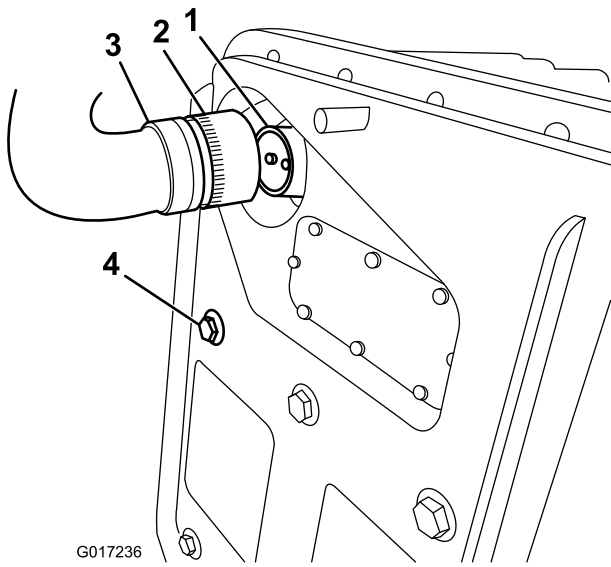
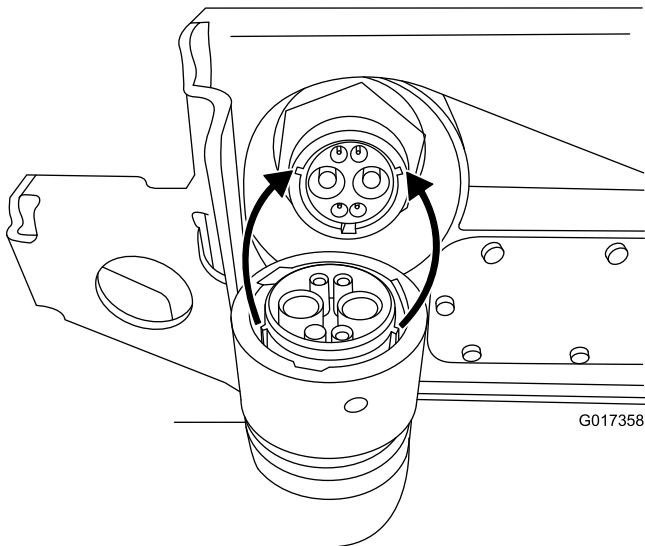

Figura 10
Figura 11
9. Alinee las pestañas del interior de la clavija de corriente del arnés con las ranuras del enchufe de la batería. Inserte el conector del arnés a presión en el enchufe de la batería (Figura 10 y Figura 11).